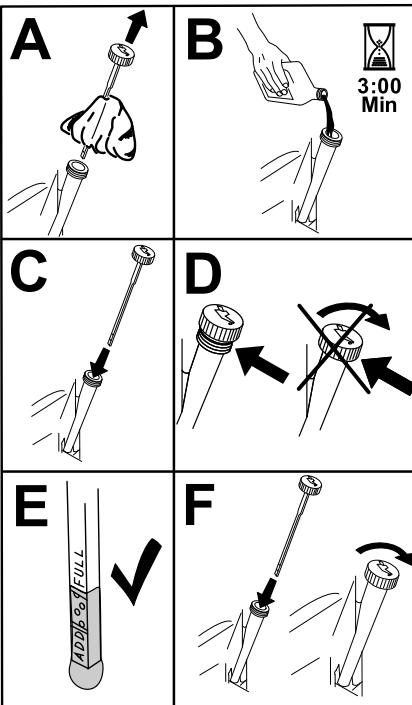

Figura 25
- Lentamente, deite cerca de 80% do óleo especificado no tubo de enchimento e lentamente adicione óleo para que atinja a marca **Cheio** (Figura 25).